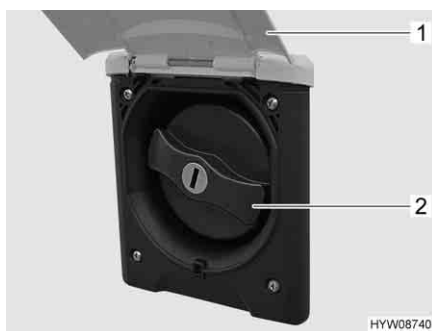

Fig. 194 Coperchio per bocchettone di riempimento dell'acqua potabile
- Sollevare lo sportello esterno (Fig. 194,1).
- Ruotare il coperchio blu (Fig. 194,2) di un quarto di giro.